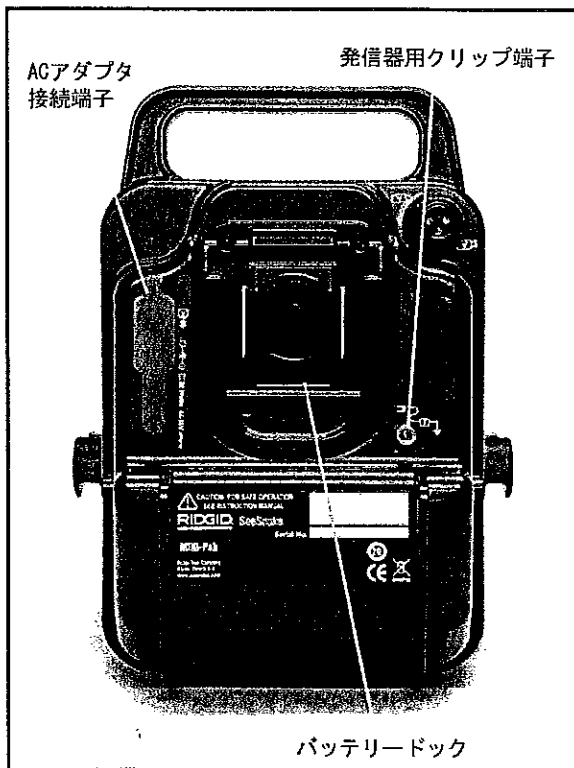

図 7 AC アダプタ接続端子、発信器用クリップ端子、バッテリードック
1. AC アダプタを、本機の後面左側の赤いカバーの中にある AC アダプタ接続端子に接続してください。(図7)